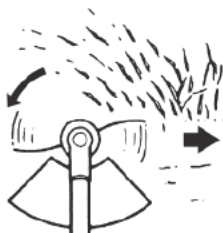

рис. 10
1. Держите бензокосу во время работы таким образом, чтобы косильная головка не косалась постоянно земли. Рис. 10.